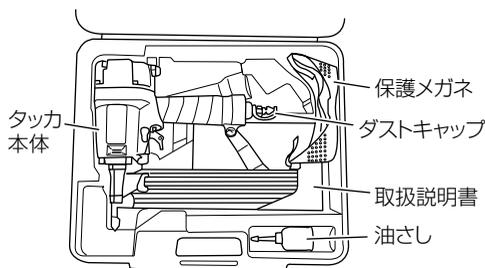

図 21
- 作業後は内部にごみやほこりが入らないよう、ダストキャップをエアプラグにさし込み、ケースに入れて保管してください。ケースには図 21 のように入れてください。